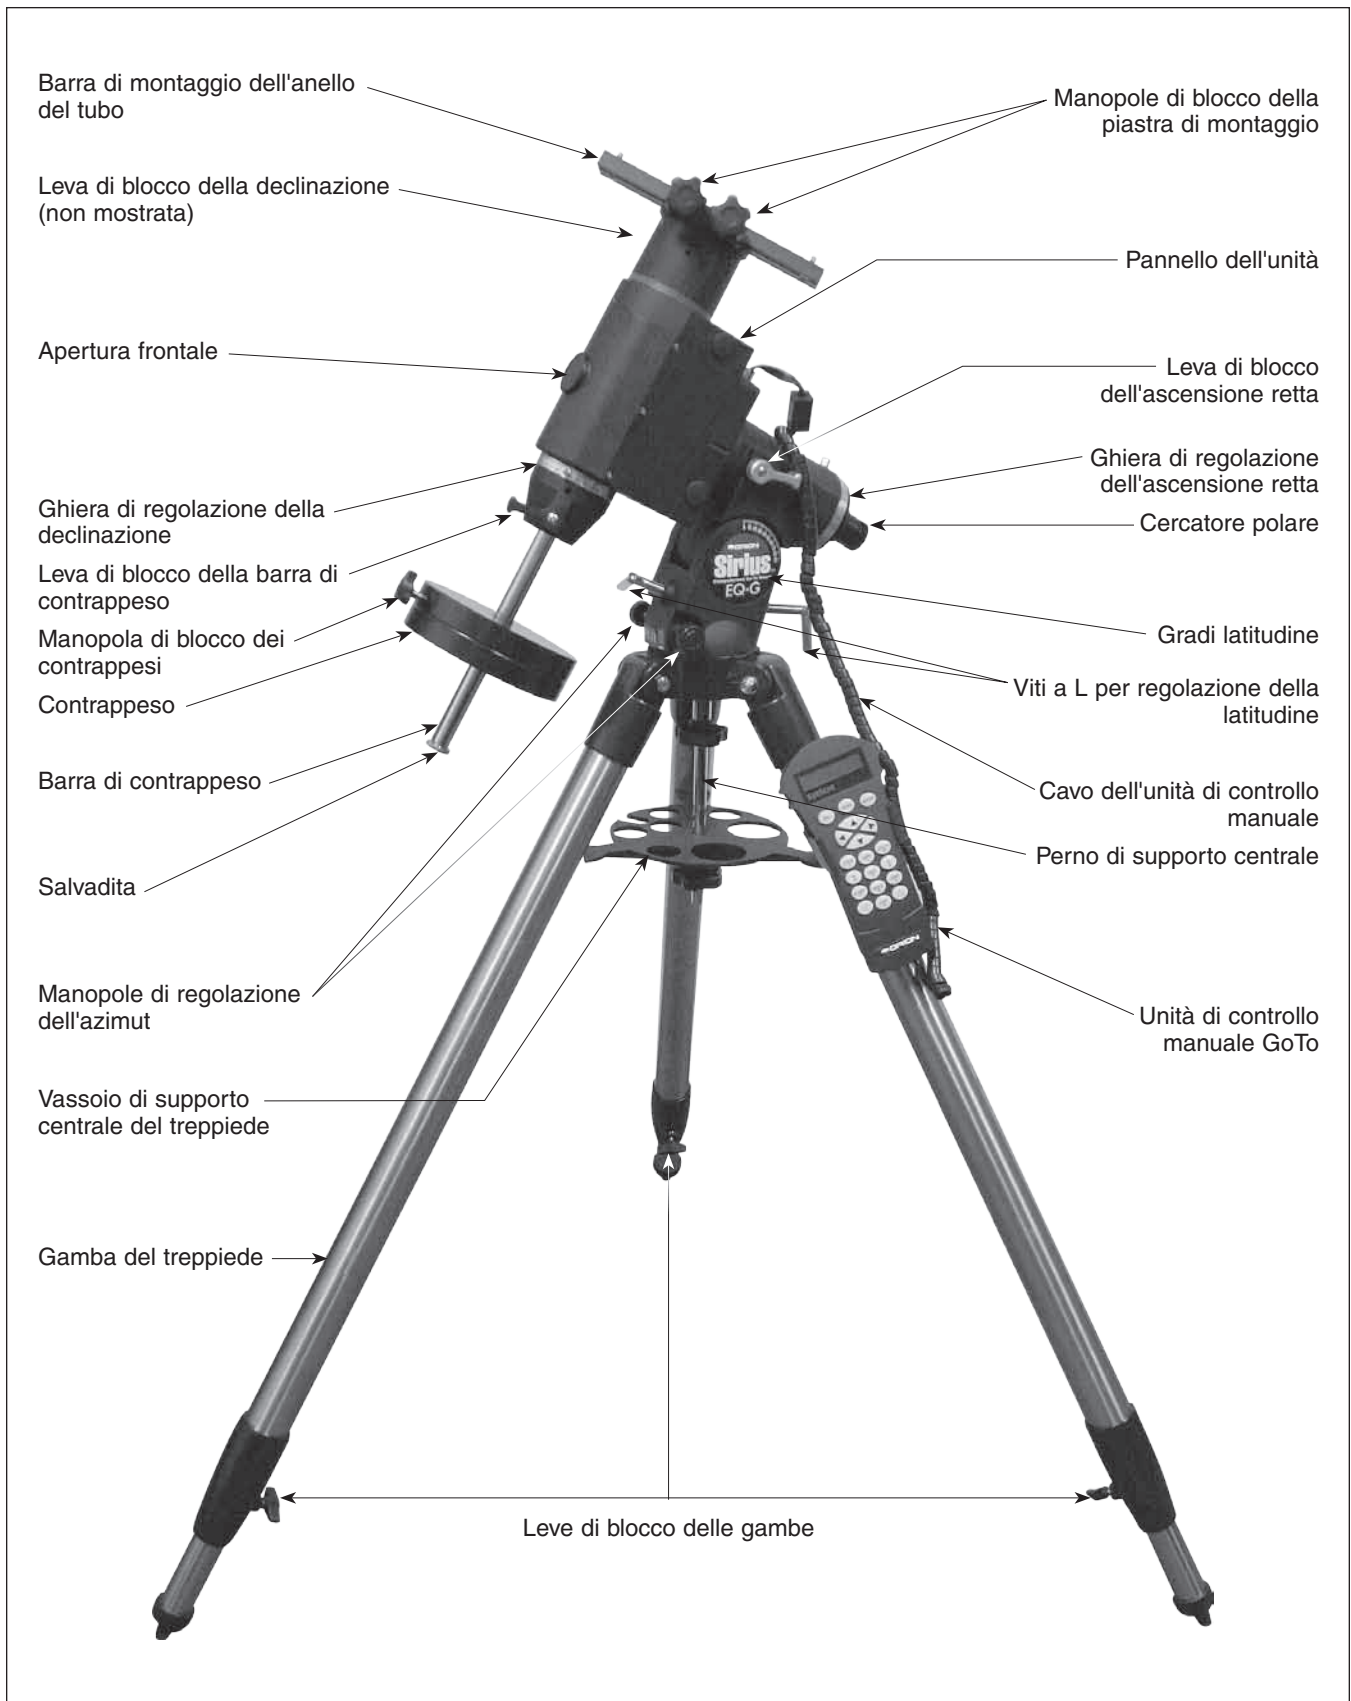

Figura 1. Montatura Sirius EQ-G.
Fare riferimento alla **Figura 1** durante il montaggio.
1. Allentare la leva di blocco della barra di contrappeso (vedere **Figura 1**) ed estendere completamente la barra, quindi serrare nuovamente la leva di blocco.
2. Allentare la leva di blocco dell'ascensione retta e ruotare l'asse di ascensione retta in modo che la barra di contrappeso sia rivolta a terra, come in **Figura 1**.
2. Allentare le due manopole di blocco della piastra di montaggio sulla slitta (vedere **Figura 1**) finché la larghezza della scanalatura risulta leggermente più larga di quella della barra a coda di rondine del telescopio.